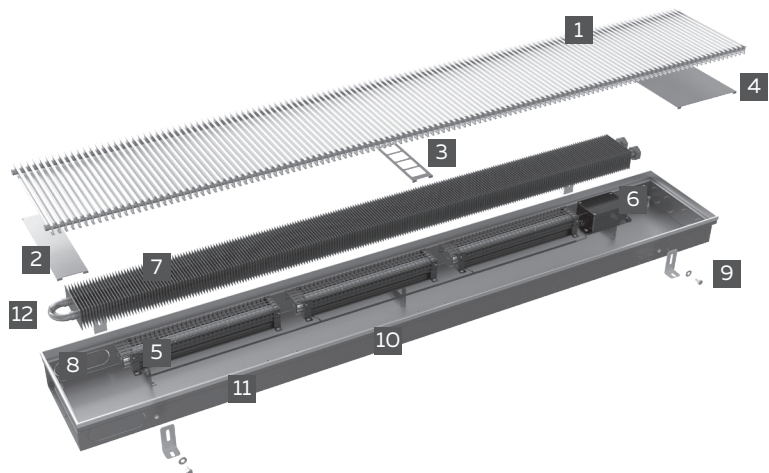

Рис. 1.
- 2.1. Общий вид конвектора показан на рис. 1.